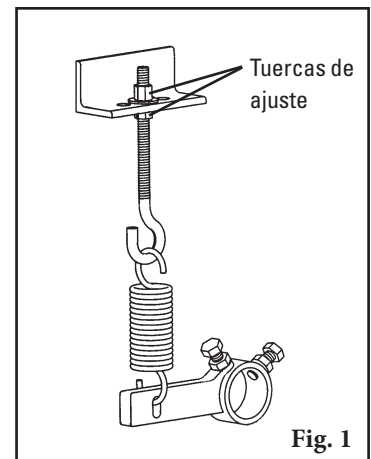

Fig. 1
1. **Elimine la tensión.** Afloje las tuercas de ajuste del soporte de montaje/ensamble de tornillo en J para eliminar la tensión del brazo (Fig. 1). Esto libera la tensión de la hoja en la banda.